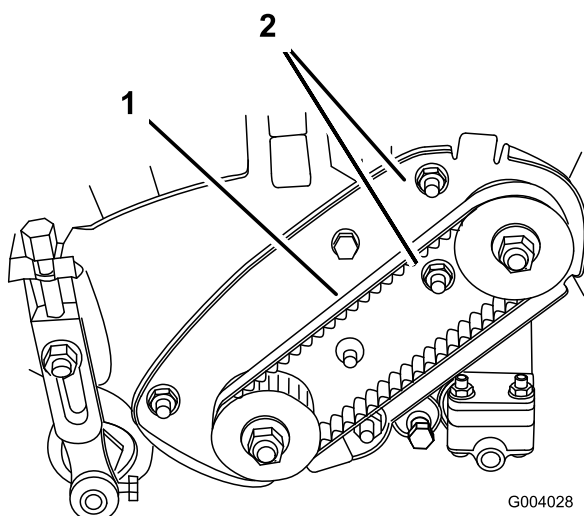

**Figure 35**
- B. À l'aide d'une clé dynamométrique de 3/8 pouce, tournez le logement de roulement avec un couple de 4–4,5 Nm pour obtenir la tension voulue (Figure 35)